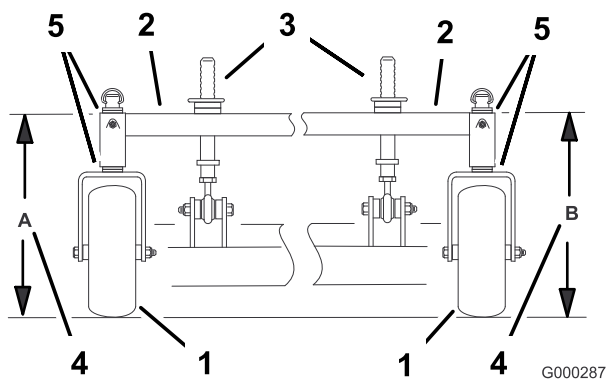

Figura 64
4. Mida la altura del bastidor de tiro en la posición A (Figura 64).
5. Mida la altura del bastidor de tiro en la posición B (Figura 64).